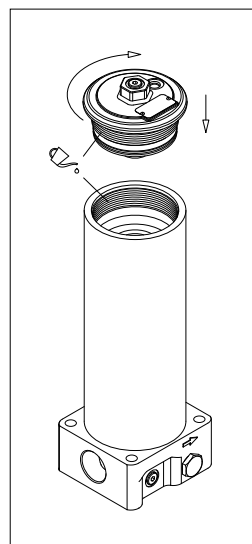

fig. 9
- (Fig. 9) Lubrificare l'O-ring e i filetti del contenitore e del coperchio, quindi avvitare il coperchio facendo riferimento alla tabella delle coppie di serraggio al paragrafo 3.